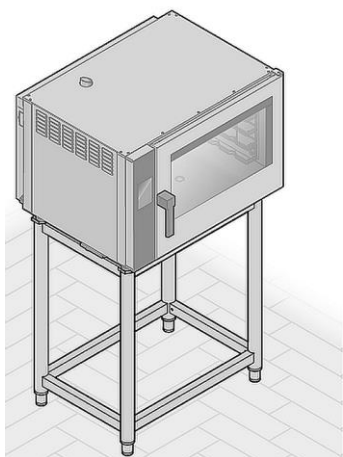

Fig. 7
- su un apposito componente fornito in dotazione (fig. 7);